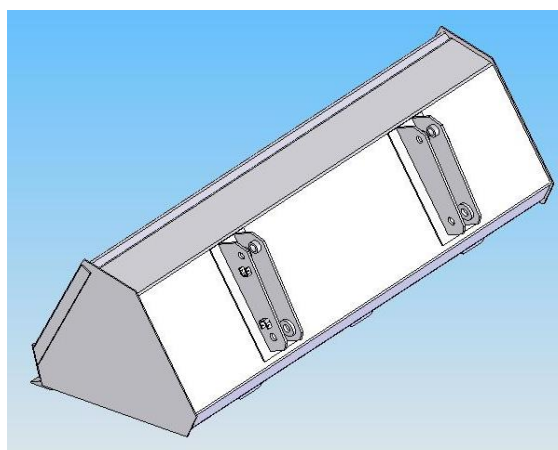

Рис.2 Ковш 0,45м³
- ковш (рис.2) вместимостью 0,45 м³ – для работы с минеральными удобрениями и другими малосыпучими и сыпучими грузами;
4.3.1. Ковш. (рис.2)
На задней стенке ковша, приварены два кронштейна 1 (рис.2), при помощи которых ковш присоединяется к раме подъема и гидроцилиндрам поворота рабочих органов.